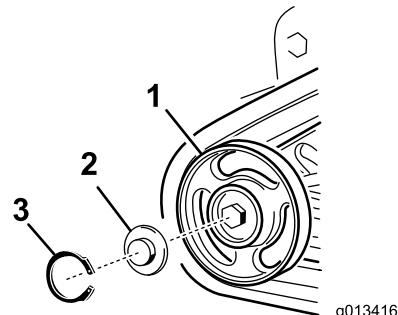

Figura 52
4. Retire la anilla a presión y el tapón de una de las ruedas de rodaje (Figura 52).
5. Compruebe la grasa que hay debajo del tapón y alrededor de la junta (Figura 52). Si está sucia, tiene arenilla o queda poca grasa, elimine toda la grasa, cambie la junta, y añada grasa nueva.
7. Coloque el tapón engrasado sobre la cabeza del perno (Figura 52).
8. Sujete el tapón de la rueda de rodaje con la anilla a presión (Figura 52).